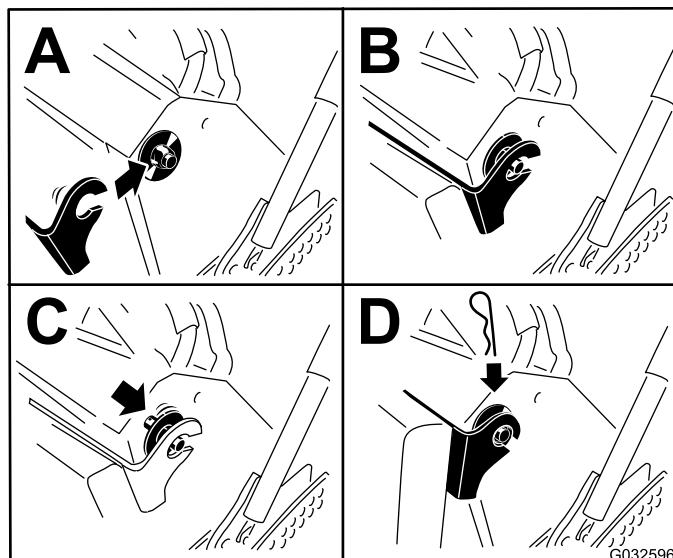

Figure 30
6. Relevez le coussin et glissez-le sur les goupilles de chaque côté de la machine (Figure 30).
7. Glissez les grandes rondelles à douilles en plastique dans les supports du coussin et fixez-les en place avec une goupille fendue (Figure 30).